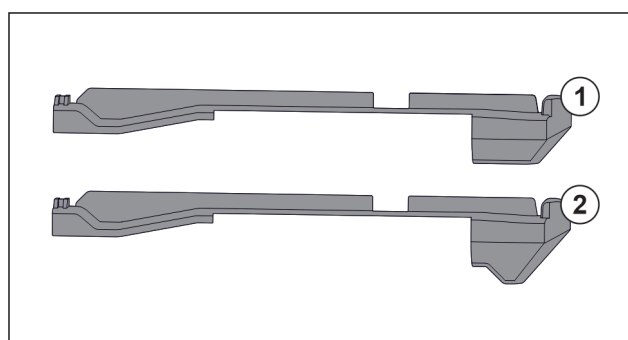

Fig. 52 Porovnání nasazovacích dílů
V přístroji se nacházejí dva různé nasazovací díly. Nasazovací díl nad nejspodnější zásuvkou Fig. 52 (2) má hranu trojúhelníkového tvaru. Všechny ostatní nasazovací díly Fig. 52 (1) mají rovnou hranu.
- ▶ Nasazovací díl Fig. 52 (2) s hranou trojúhelníkového tvaru připevněte nad nejspodnější zásuvkou.
- ▶ Nasazovací díl Fig. 52 (1) s rovnou hranou připevněte na všech ostatních místech.